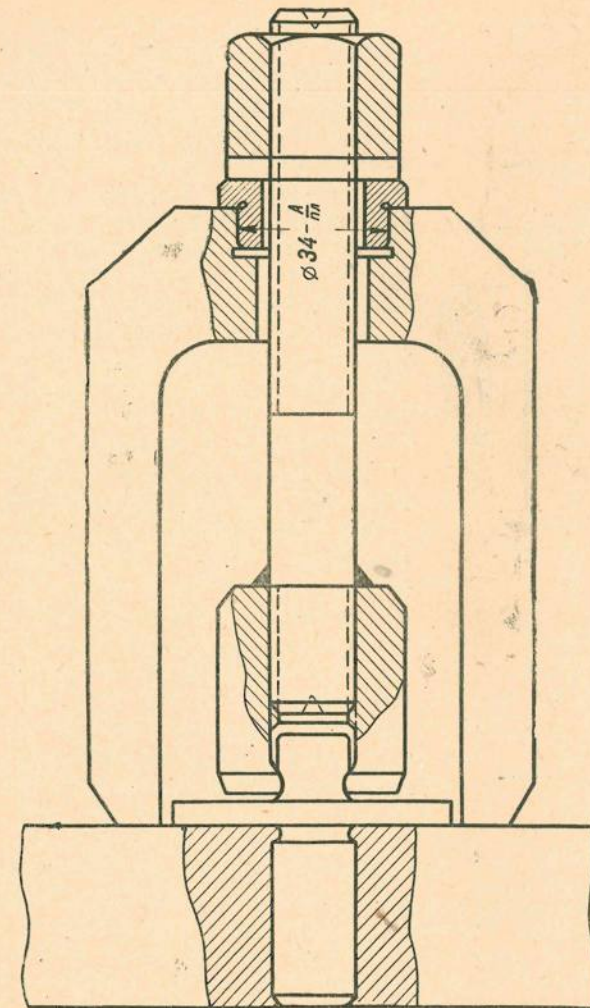

Рис. 59. Снятие фиксирующих пальцев при помощи приспособления
9. Отвернуть восемь болтов крепления фиксирующих пальцев и вынуть последние с помощью приспособления (рис. 59).